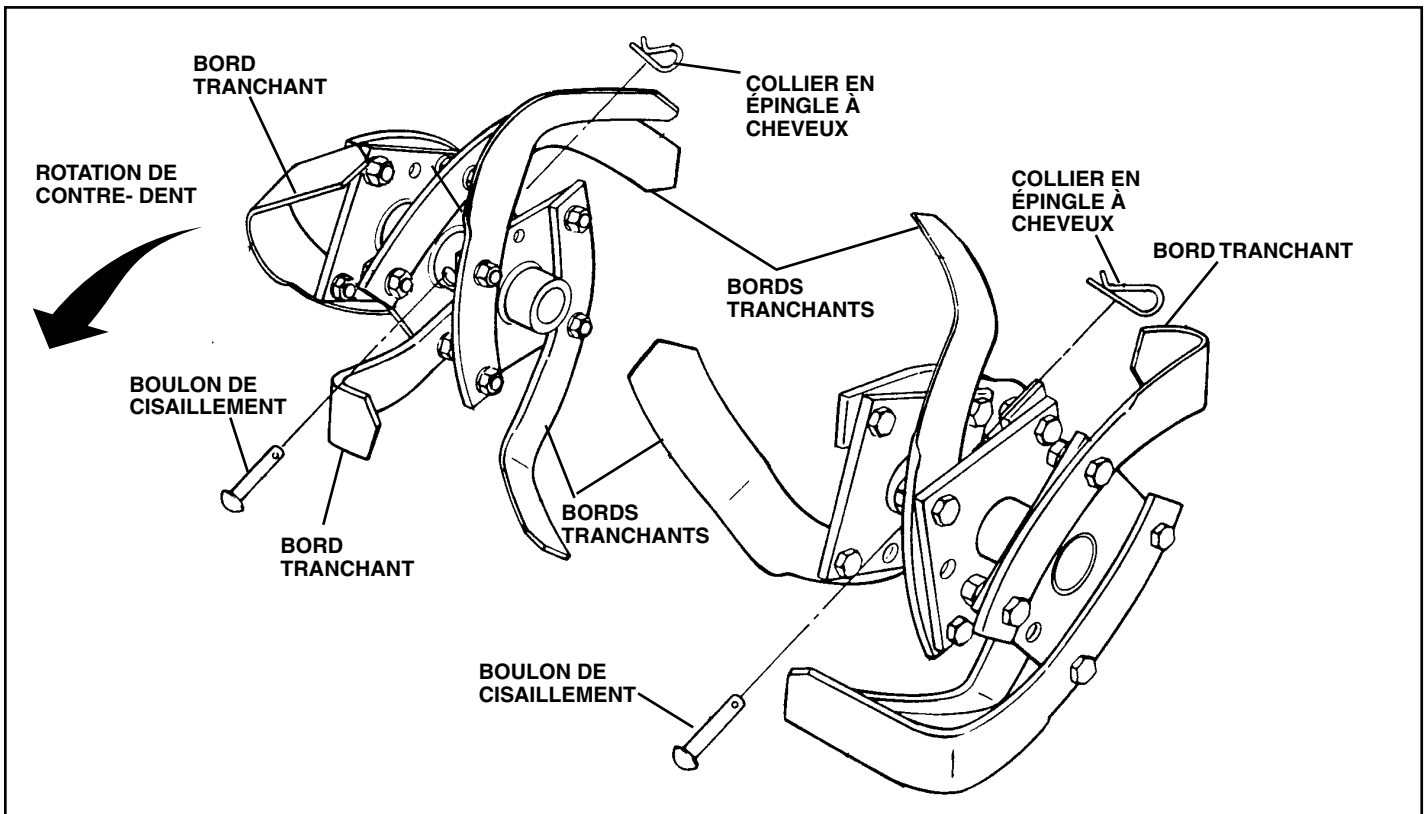

FIG. 26
- Les nouvelles fraises devraient être montées comme illustré dans la figure 26. Les bords de fraise aiguisés tourneront en arrière à partir d'en haut.